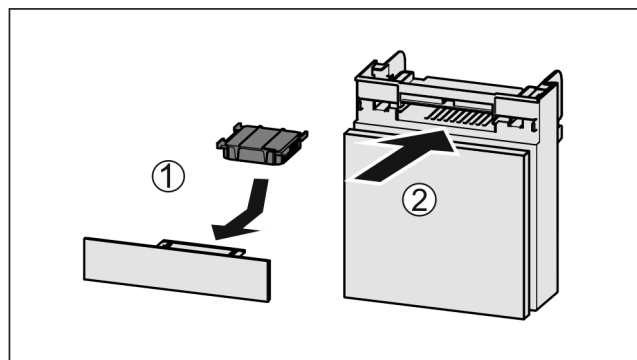

Fig. 93
- Umetnite filter s aktivnim ugljenom kao što je prikazano na slici Fig. 93 (1).
- Umetnite pretinac Fig. 93 (2).